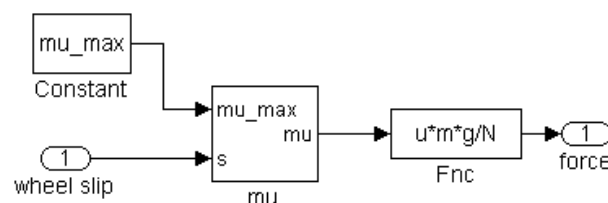

Рисунок 13 — Подсистема «wheel road friction force» расчета фактической тормозной силы на колесе
На основании формулы (28) и используя подсистему « μ » создадим подсистему «wheel road friction force» расчета фактической тормозной силы на колесе (рисунок 13).